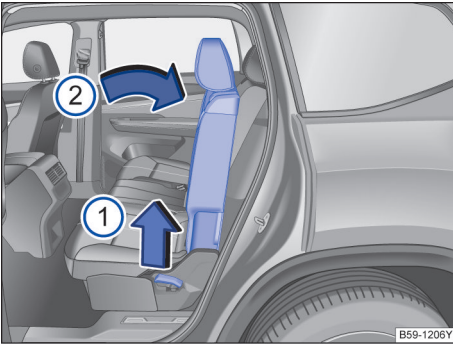

图 80 调节后排座椅靠背
- 用一只手扶住右侧或左侧后排座椅靠背，同时用另一只手拉起相应的拉环→图 80①。
- 克服弹簧力用手将后排座椅靠背移到所需位置→图 80②。